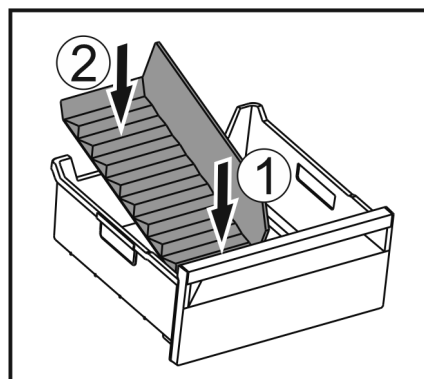

Fig. 179
- Installer la partie avant du séparateur de congélateur. Fig. 179 (1)
- Abaisser la partie arrière du séparateur de congélateur jusqu'au fond du tiroir. Fig. 179 (2)